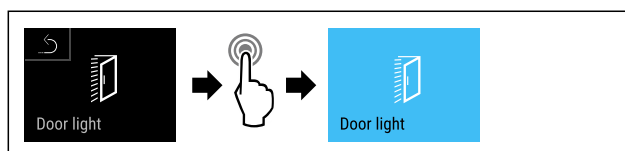

Fig. 97
- Stappen (zie Fig. 97) uitvoeren.